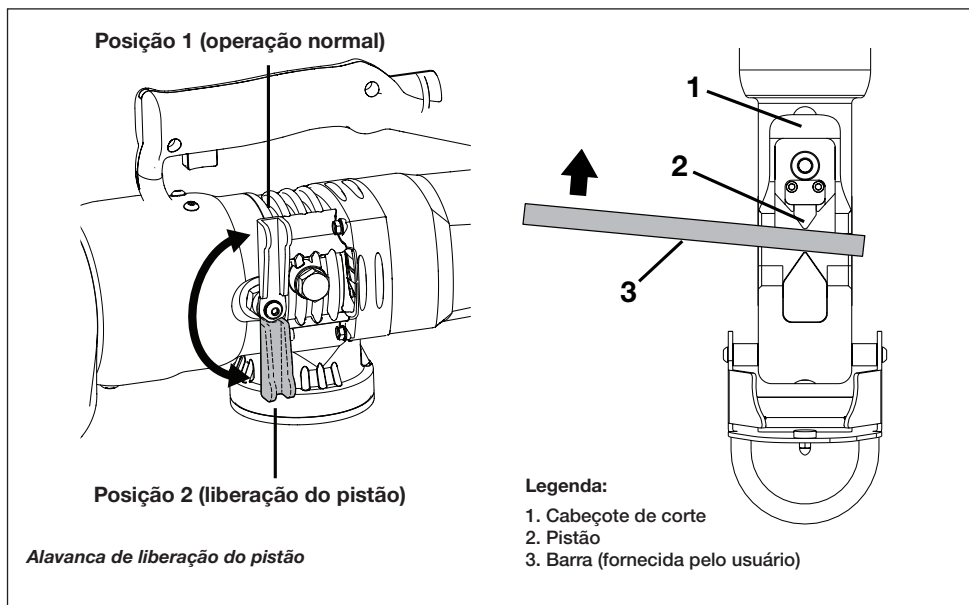

Figura 17, procedimento de retração manual do pistão
3. Mova a alavanca de liberação do pistão em sentido anti-horário para liberar manualmente o pistão. Veja a Figura 17, posição 2.
4. Usando uma barra de aço rígida, empurre manualmente o pistão para dentro do cortador até que ele tenha retornado para a posição "inicial". Veja a Figura 17, item 3. Isto deve desalojar qualquer sujeira ou outro material que tenha prevenido que o pistão retorne durante a operação normal.
5. Mova a alavanca de liberação do pistão totalmente em sentido horário para retomar a operação normal do cortador. Veja a Figura 17, posição 1.
8. Limpe a parte exposta do pistão. Remova quaisquer detritos, chispas ou sujeira desta área. Veja a Figura 17, item 2.